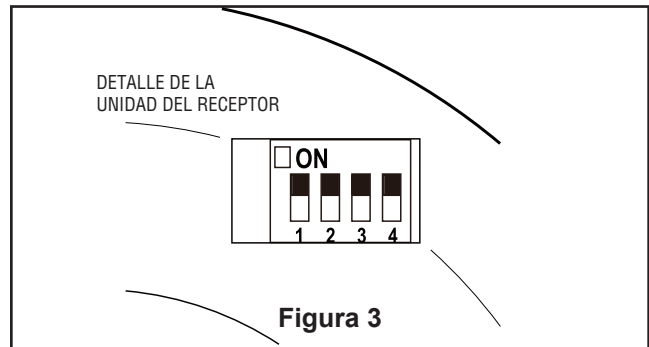

Figura 3
2. Levante cuidadosamente el ventilador y coloque el ensamble de la bola para colgar/varilla en la abrazadera para colgar que acaba de fijar a la caja de salida. Asegúrese de que la ranura de la bola esté alineada con la lengüeta de la abrazadera para colgar. (Figura. 3)
2. Para configurar el código de unidad del receptor. Deslice los interruptores de código a las mismas posiciones que en el transmisor (Figura 3).